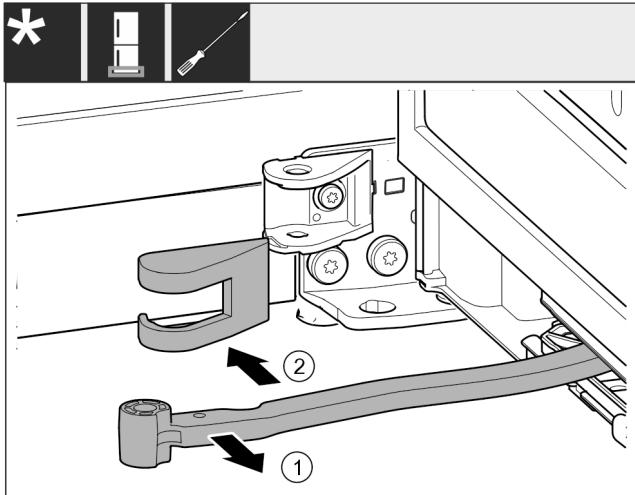

Fig. 19
- Forgassa az ajtó irányába a csuklót Fig. 19 (1).
- Távolítsa el a csapágybak fedelét Fig. 19 (2).